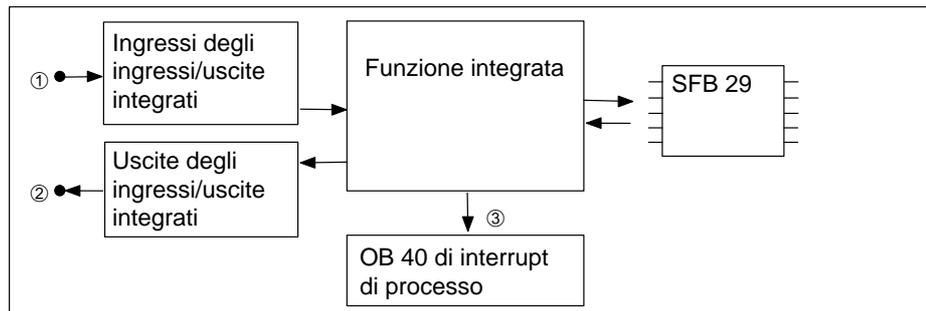

Figura 4-10 Percorsi delle reazioni
**Percorsi delle reazioni** Nella figura 4-10 sono rappresentati i percorsi delle reazioni.